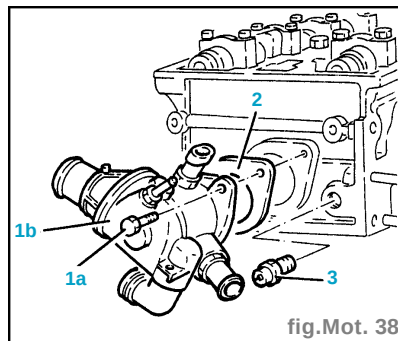

fig. Mot. 38
- Dévisser les vis (1a) et déposer le thermostat (1b) complet (fig. Mot. 38).